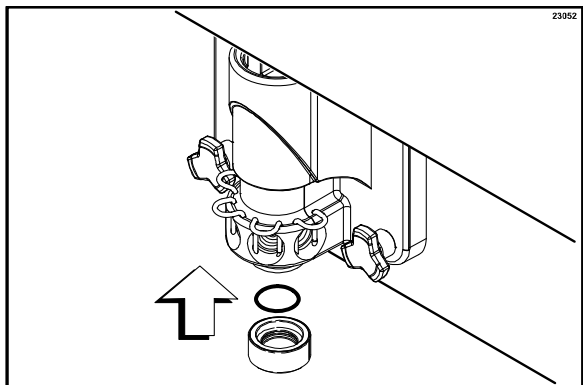

Рисунок 58
14. Установите кольцевой уплотнитель колпачка раздаточного отверстия на колпачок раздаточного отверстия. Заполните колпачок раздаточного отверстия дезинфицирующим раствором. Установите колпачок раздаточного отверстия поверх торца раздаточного отверстия двери. (См. рис. 58)